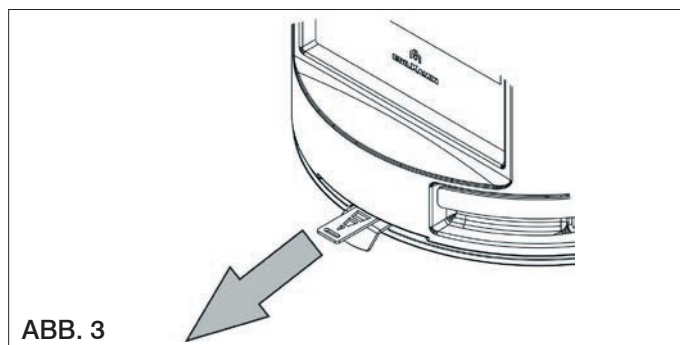

ABB. 3
**- Position "Zündung"/Höchste Leistung (Bild 3)**